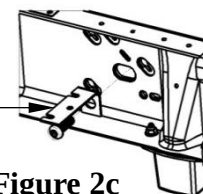

Figure 2c
7. Fixer les supports de cadre aux longerons du véhicule, comme illustré à la Figure 1. Insérer le boulon hexagonal dans la rondelle plate 1,75 po puis dans la fente arrière sur la face intérieure du cadre. Poser le support de montage, la rondelle conique 5/8 po et l'écrou 5/8 po et serrer à la main. Sur les camionnettes équipées d'une commande de frein d'origine, se reporter à l'étape 2 pour repositionner la fiche sur la cornière. Utiliser le boulon 5/8 x 1.75 po pour fixer la cornière sur l'intérieur du cadre (voir Figure 2c), la cornière se place entre la rondelle plate et le cadre.